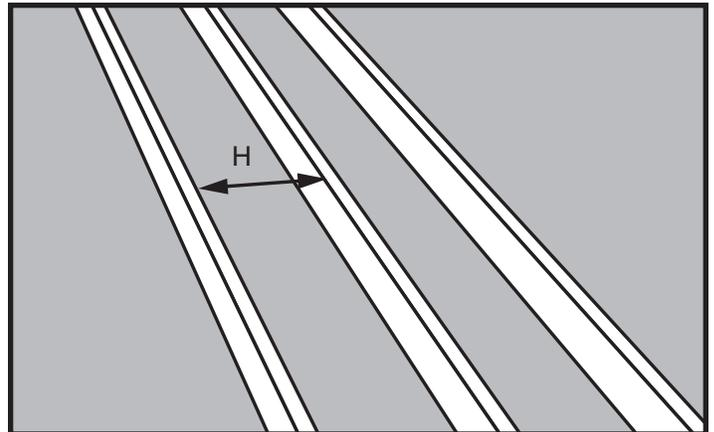

Figura 11
**PASO 1.** Mida la longitud "H" del cabecero entre las vigas (vea la Figura 11).